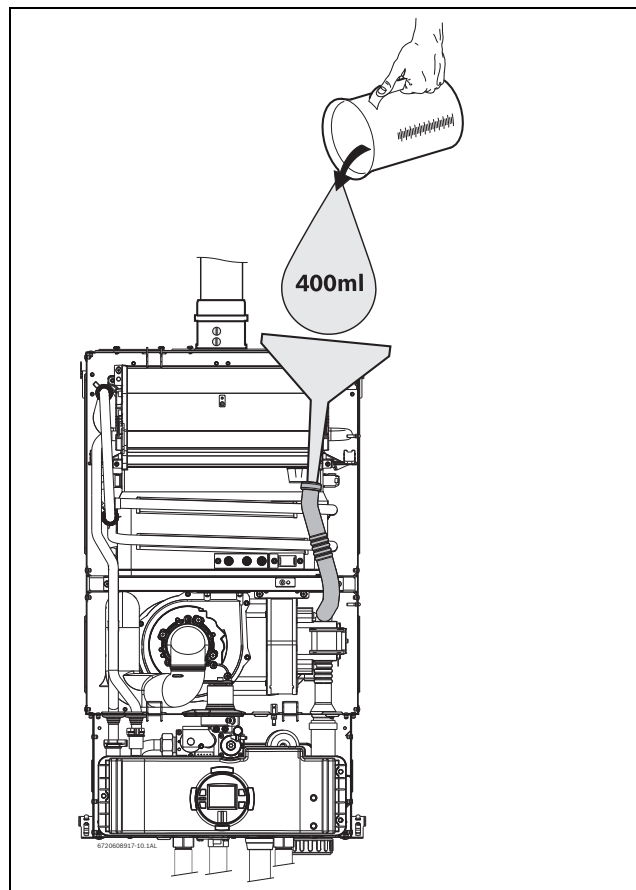

Рис. 62 Заповнення сифону після встановлення.
- ▶ Заповніть сифон, заливши приблизно 400 мл води у дренажну трубку. Щоб не пошкодити апарат, скористайтеся лійкою для цієї операції, див. Рис. 62.